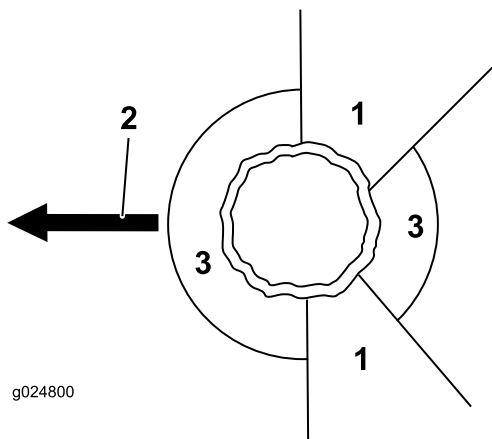

Bild 14
2. Legen Sie einen eindeutigen, sicheren Rückzugsweg aus der Gefahrenzone fest, siehe Bild 14.